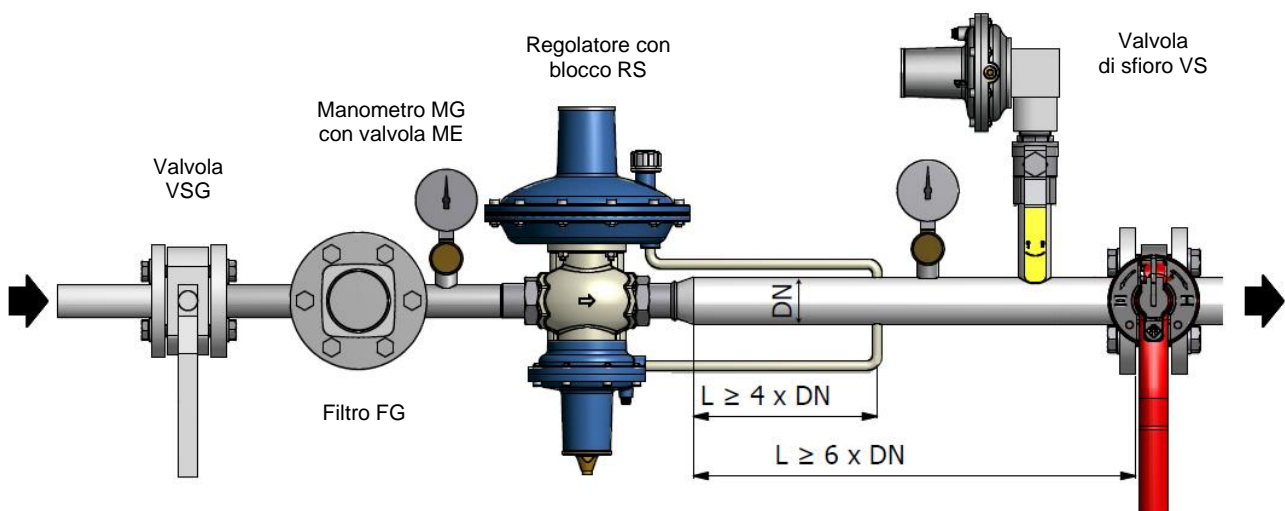

Fig.2 – esempio d'installazione con altri dispositivi Elektrogas
- collegare la presa d'impulso esterna ad una distanza di almeno **4xDN** dal regolatore su un tratto di tubazione rettilinea (vedi fig. 2).